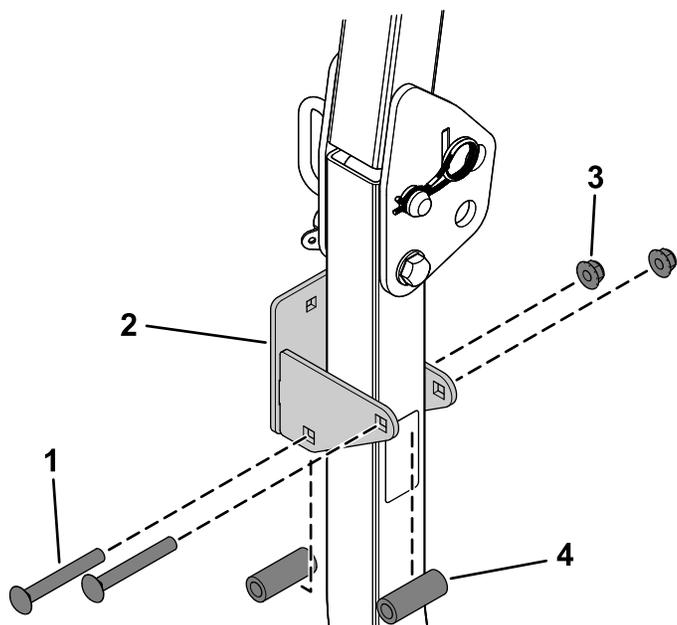

Figura 4
2. Montate la staffa di supporto sul montante destro del roll bar con 2 distanziali di tubo, 2 bulloni a testa tonda ($\frac{3}{8}$ " x 3") e 2 dadi flangiati ($\frac{3}{8}$ ") come illustrato nella Figura 4.